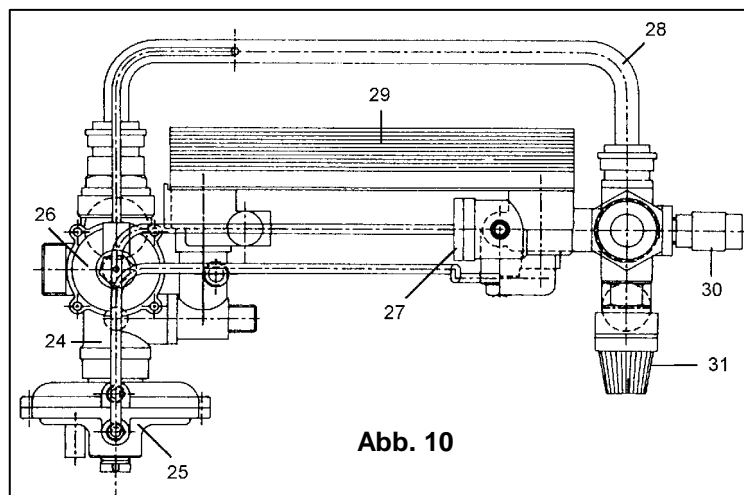

Abb. 10
- **Wasseraggregat – Differentialdruckwächter (Abb. 10 Seite 19)**
Diese Vorrichtung 31 (Abb. 10 Seite 19) ist auf 3 bar geeicht und für den Heizkreislauf zuständig. Es ist zu empfehlen, das Sicherheitsventil an einen mit Siphon versehenen Abfluß anzuschließen. Es darf nicht für das Entleeren des Heizkreislaufes verwendet werden.
- Dreiwegedruckwächterventil 24 (Abb. 10)
- Vorrangheißwasseraggregat 25 (Abb. 10) mit hoher Empfindlichkeit für die Umschaltung (dynamischer Druck 0,2 Bar und Förderleistung 2,5 Liter pro Minute)
- Wasseraggregat – Differentialdruckwächter 26 (Abb. 10)
- Flußsensor mit Filter 27 (Abb. 10)
- Automatische Bypass mit großer Förderleistung 28 (Abb. 10) für den Schutz des Heizkessels bei großem Strömungsverlust in der Heizungsanlage oder bei Vorhandensein von thermostatischen Ventilen.
- Wasser – Wasser – Austausch 29 (Abb. 10) mit Platten aus rostfreiem Stahl mit großem Wärmeaustauschvermögen
- Heizkesselentleerungshahn 30 (Abb. 10)
- Sicherheitsventil 31 (Abb. 10)
- Die Anlage, wenn möglich nur im Bereich der Therme, mit Hilfe des eigens dazu bestimmten Abfluhahnes 30 (Abb. 10) entleeren.
- Die kleinen Verbindungsleitungen (Abb. 10, Seite 19) zwischen dem Vorrangheißwasseraggregat (23) und dem Flußsensor (25) entfernen.